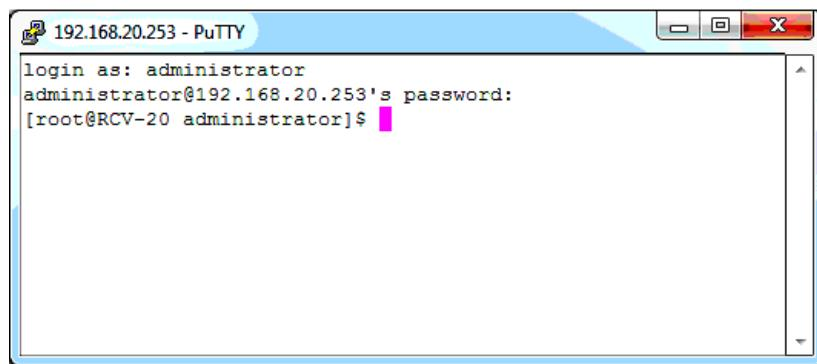

Рисунок 8.23 – Окно терминала программы «PuTTY»
- 2) Для соединения с модулем приема по протоколу «SSH2» нажать кнопку «Open». При первом соединении, будет предложено сохранить ключ SSH-соединения в кэш системы (см. рисунок 8.22) – нажать кнопку «Да», после чего, в появившемся окне терминала, ввести логин «administrator» и пароль администратора (по умолчанию – «Odessa-mama») – см. рисунок 8.23.